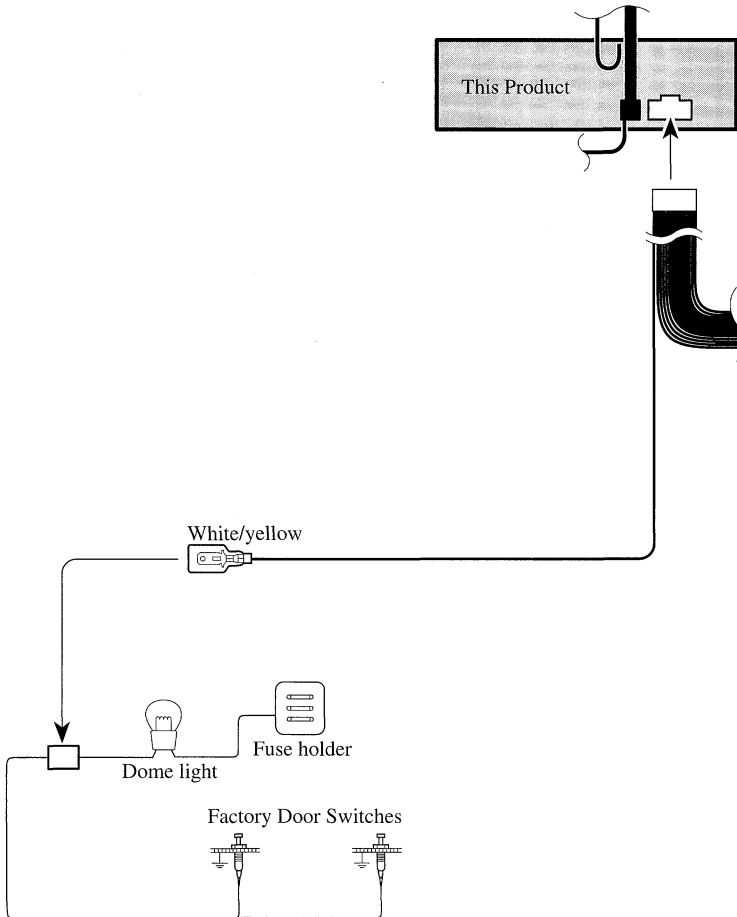

Fig. 3
■ **White/yellow (DOOR SWITCH) (Fig. 3 & 4)**